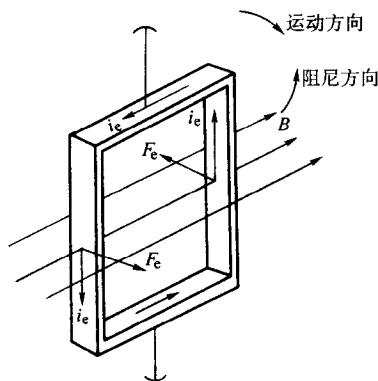

图 1-3 铝框产生阻尼力矩
3. 阻尼力矩的产生 为了防止表头指针在平衡位置上来回摆动多次才能停止的现象，表头中还要设立一个阻尼装置。在磁电系表头中，采用非磁性材料导体铝来做动圈的骨架，如图 1-3 所示。此铝质骨架除了可绕制绕圈外还可产生阻尼力矩。它的原理如下：当动圈在转动力矩作用下旋转时，铝质框架在磁场中运动会产生一个感应电动势